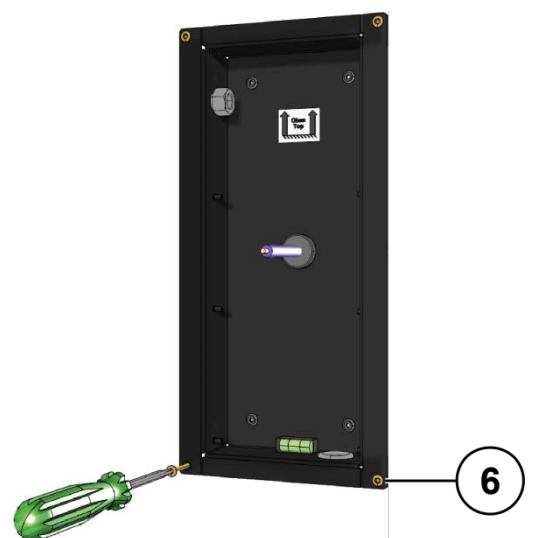

Abb. 4: Unterputzkasten befestigen
- ▶ Befestigen Sie den Unterputzkasten mit 4 Schrauben **(6)** an der Wand (Abb. 4).